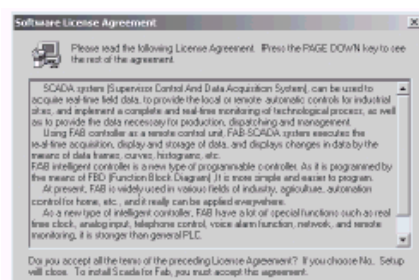
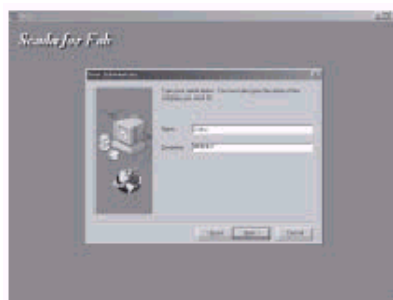

Fig. 2-2 Pantalla de Instalación 2
Fig. 2-3 Pantalla de Instalación 3
Paso 2. Haga clic en **Next** (siguiente) para continuar en la Fig. 2-2. Seleccione la información de usuario y luego haga clic nuevamente en **Next** para continuar en la Fig. 2-3.